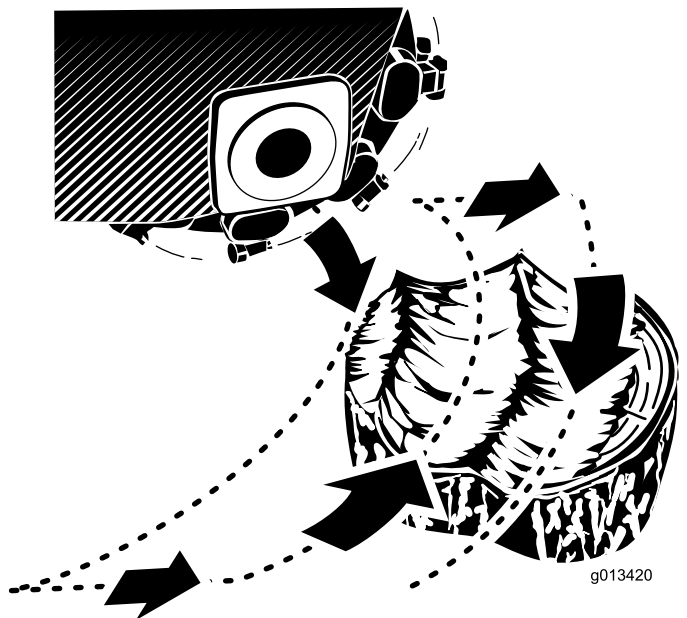

図 22
2. グラインダ制御レバーと走行コントロールを使って、グラインダを切り株の表面から 2.5cm 程度低い高さに位置決めする 図 22。
4. グラインダ制御レバーを使って、グラインダで切り株の表面をゆっくりと掃くように移動させて切削を開始する 図 22。
5. マシンを数センチメートル前進させて、ステップ4を繰り返す 図 22。
6. 切り株の地上部が完全に無くなるまでステップ45を繰り返す 図 22。